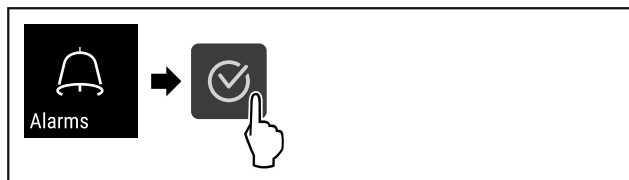

Fig. 106
- ▶ Eseguire i passi (vedere Fig. 106) .